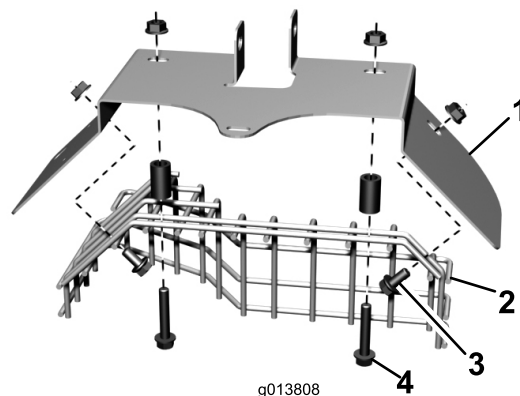

Figura 7
10. Utilizando os dois furos superiores, monte sem apertar a nova protecção do abafador à protecção do tubo de escape existente com dois parafusos de cabeça de flange, espaçadores e porcas flangeadas. Posicione os dispositivos de fixação como se indica em Figura 7.
11. Utilizando os furos exteriores, prenda sem apertar a protecção do abafador à protecção do tubo de escape com os dois parafusos de cabeça de flange e porcas flangeadas previamente removidas. Posicione os parafusos como se indica em Figura 7. Aperte os dispositivos de fixação que prendem as protecções.